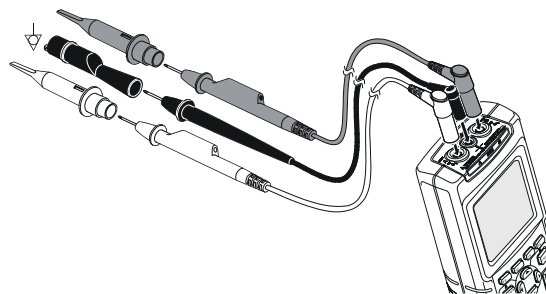

图 9-3. 用非铠装接地导线接地
- 在进行欧姆、连通性、二极管和电容测量时，请使用非铠装的黑色接地导线来连接 COM（公共）端口。（见图 9-3。）